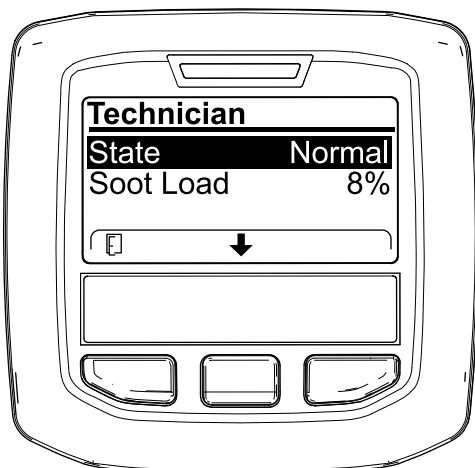

Figura 36
- Utilize a tabela de funcionamento do DPF para compreender o estado atual do funcionamento do DPF (Figura 36).